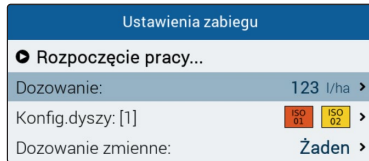

Fig. 235
- Ustawić wartość dozowania do zabiegu (Fig. 235).